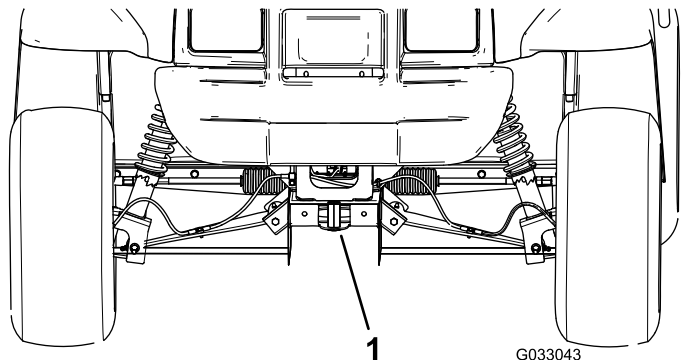

Figure 18
- Le point de levage avant de la machine est situé à l'avant du cadre, derrière la flèche d'attelage (Figure 18).